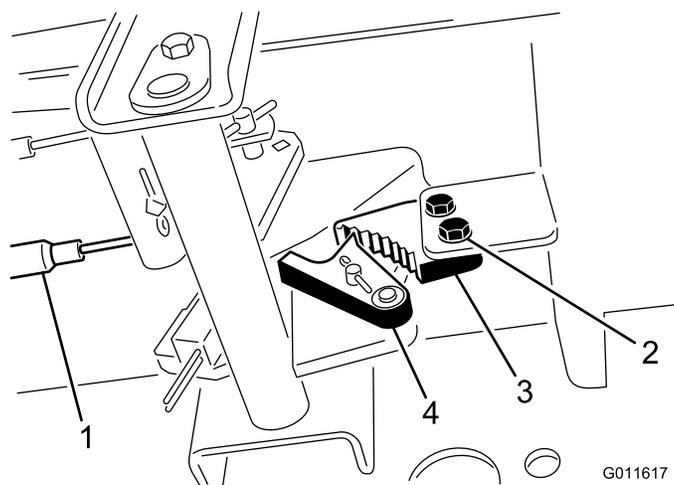

Figura 76
1. Allentate le due viti che fissano il nottolino del freno di stazionamento al telaio (Figura 76).
2. Premete in avanti il pedale del freno di stazionamento finché il fermo non s'innesta completamente nel nottolino del freno (Figura 76).